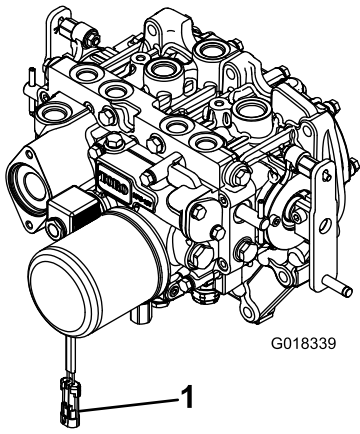

图3
2. 将线束接头从 PTO 电磁头阀门线圈连接器断开图3。
8. 在将驱动轴的另一端连接到附件齿轮箱轴上之后应将线束接头连接至 PTO 电磁头阀门线圈连接器图3。